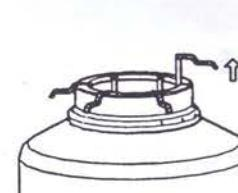
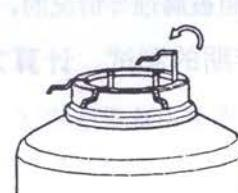
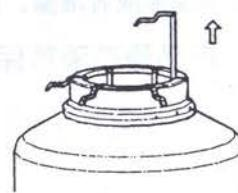

图 4
图 5
图 6
15. 提筒的正确提取方法。用手握住一个提筒的提勾，垂直向上提起约40~80mm（如图4），然后将提勾旋转180°（如图5），再垂直向上将整个提筒从容器中提取出来（如图6）。按照前述办法，便可以一一将容器中的所有提筒提取出来。